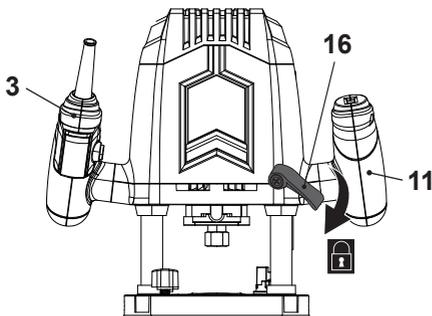

Рис. 1
> Прикладывая небольшое давление на ручки (3, 11), ослабьте рычаг установки глубины (16), чтобы поднять корпус вверх (Рис. 1, 2).